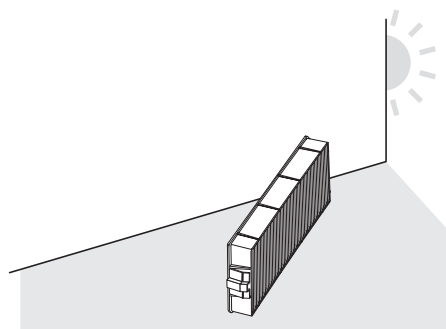

Fig. 2
- Estrarre l'unità filtro aria dalle linguette del proiettore premendo leggermente la manopola al centro del telaio sul lato del terminale di collegamento (lato posteriore) verso l'interno, come indicato dalla freccia, e rimuovere l'unità filtro aria. (Fig. 2)
2) Asciugare l'unità filtro aria. (Fig. 2)
- 3) **Rimuovere l'unità lampada. (Fig. 2)**